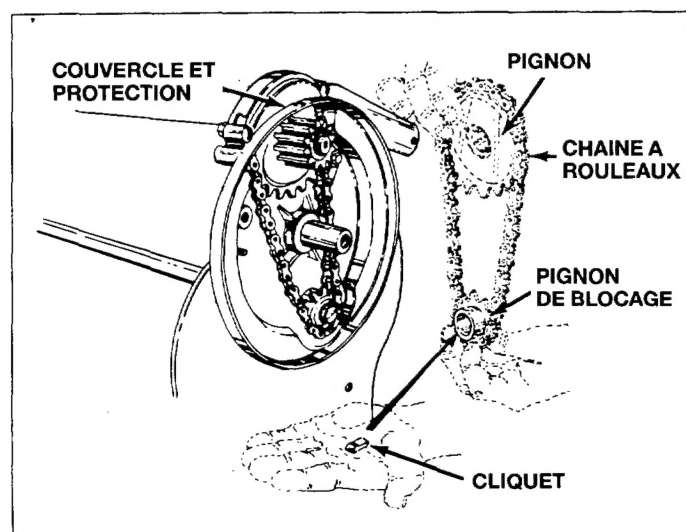

Fig. 34
2. Le couvercle et la protection doivent être démontés pour l'entretien de la chaîne, du pignon de chaîne et du toc d'entraînement. (Vous n'avez pas besoin de les démonter pour le nettoyage et le graissage de la chaîne). Voir les figures 34 et 35.
4. Le cliquet d'arrêt à l'intérieur du pignon de blocage a un côté avant et côté plat. Voir la figure 34. Lors du montage du pignon de blocage et du cliquet, le côté intérieur doit être rempli de graisse. Placez-y le pignon et la poignée. Si les broches tournent dans les deux sens, le cliquet est mal monté. Démontez et retournez le cliquet. Si la broche tourne dans le même sens, le cliquet est correctement monté.